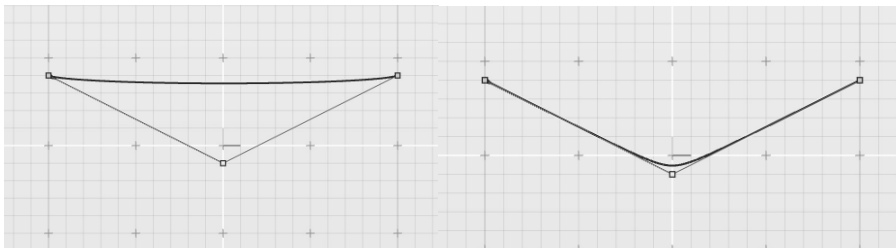

图 3-28 改变控制点权重（左：控制点权重为 0.1；右：控制点权重为 10）
2) 选中中间的控制点，在控制面板中调整权重值，可见权重值能够调整曲线偏向该控制点的程度，如图 3-28 所示。